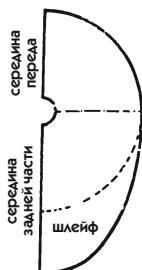

Рис. 643
- На рис. 643 показан чертеж юбки, состоящей из одного полукруга на половину обхвата талии (на рис. 278 см. пояснение к юбке, состоящей из двух одинаковых частей). Линия шлейфа проведена овально.
- На рис. 645 передняя часть юбки занимает четверть круга, как на рис. 643, но задняя часть составляет половину круга, при этом ширина по талии сохраняется. Лекало выполняется сначала для юбки длиной до пола, а затем прибавляется необходимая длина шлейфа.